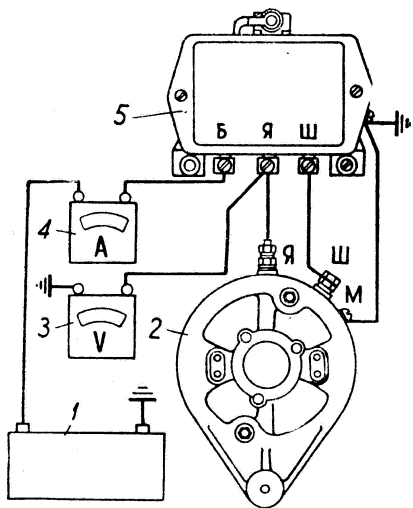

Рис. 48. Схема проверки реле обратного тока.
1. Отъедините провод от клеммы «Б» реле-регулятора и включите между ним и клеммой контрольный амперметр (рис. 48).